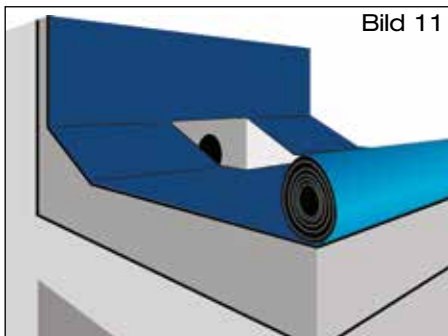

Bild 11
- 2.5 Zweite Lage der Dachdichtungsbahn über Ablauf ausrollen. Im Bereich des Attikaablaufes Aussparung mit Abmessungen entsprechend Außenkonturen der Sieböffnung vorsehen (Bild 11). Zweite Lage der Dachdichtungsbahn gemäß Verlegevorschriften des Dachdichtungsbahnherstellers verschweißen.